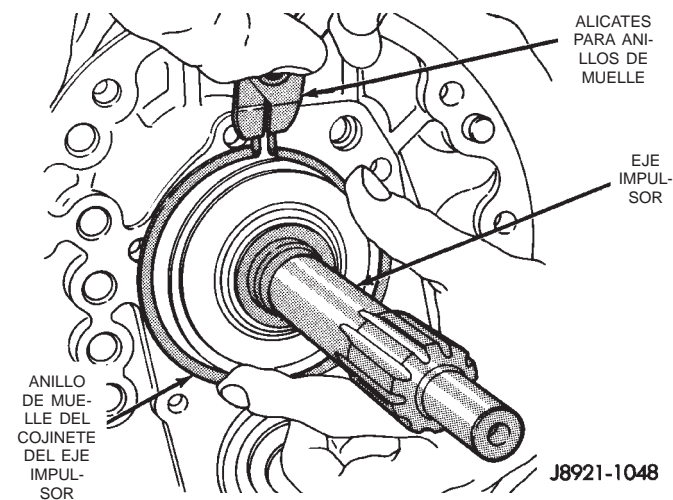

Fig. 32 Desmontaje de anillo de muelle de cojinete de eje impulsor
(21) Retire el anillo de muelle del cojinete del eje impulsor (Fig. 32).